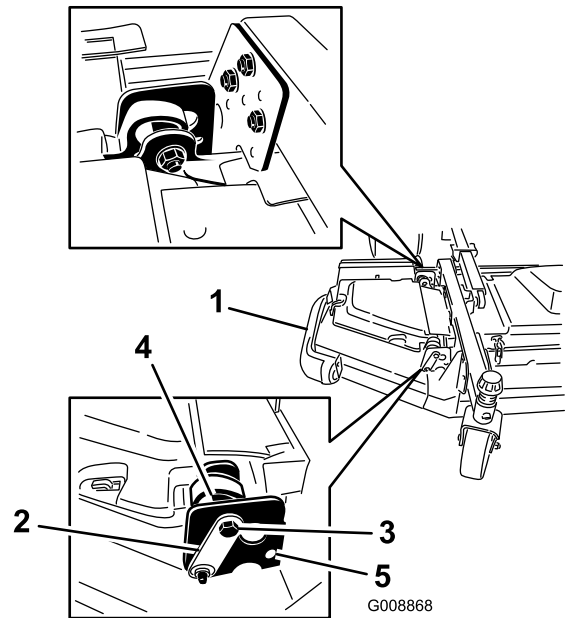

Figura 7
2. Afloje los pernos y las tuercas que sujetan los 2 espaciadores excéntricos a las alas (Figura 7).
4. Gire el excéntrico trasero (el más cercano a la unidad de tracción) hasta que la punta exterior de la cuchilla esté aproximadamente 3 mm ( $\frac{1}{8}$ " ) más alta que la altura de corte deseada (Figura 7).